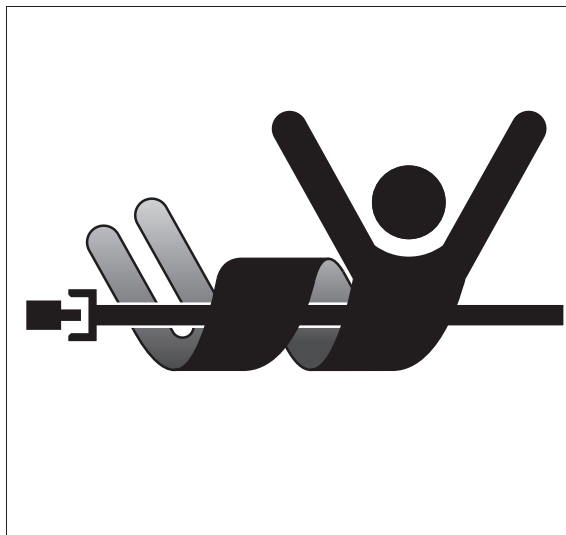

Fig. 7.
- Asegúrese de que todos los dispositivos de seguridad del eje de la toma de fuerza estén en su sitio y compruebe todas las pegatinas de seguridad *fig. 7*.